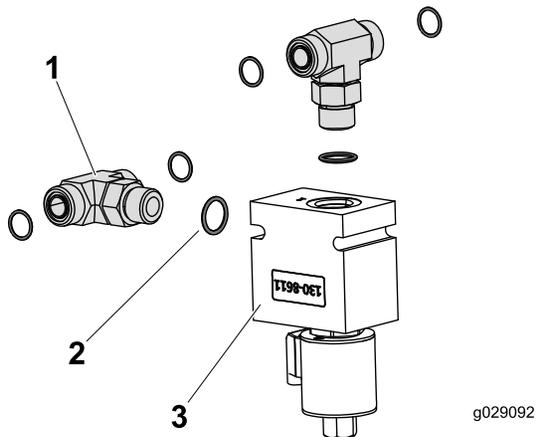

**Рисунок 16**
3. Установите кронштейн расширительного бачка радиатора на кронштейн коллектора в сборе, используя два болта (1/4 x 3/4 дюйма) и две гайки (1/4 дюйма), как показано на Рисунок 16.
5. Установите коллектор в сборе на кронштейн при помощи двух болтов (5/16 x 2 3/4 дюйма), двух разделителей и двух гаек, как показано на Рисунок 16.